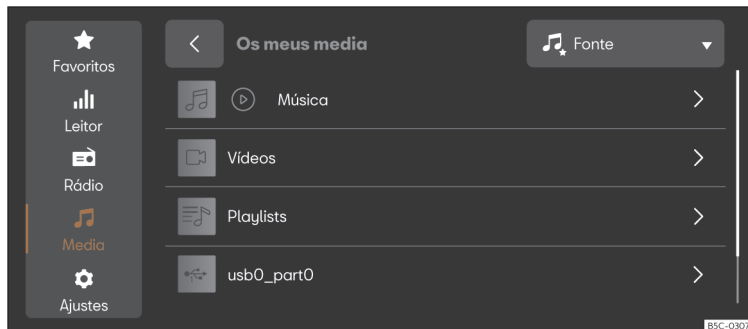

Fig. 161 Representação esquemática: Vista Multimédia.
- Pressione **MENU** > > >>> **Fig. 161**.